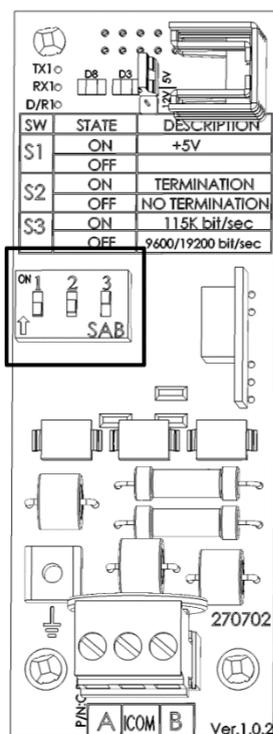
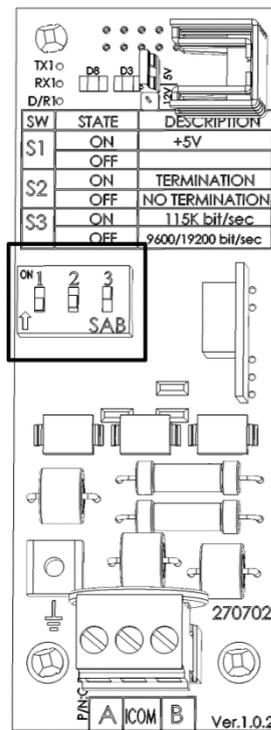

Figura 25: Terminación aislada RS-485 activada
Figura 26: Terminación aislada RS-485 desactivada
- Figura 25 y Figura 26 no muestra la configuración del interruptor dip 5V.